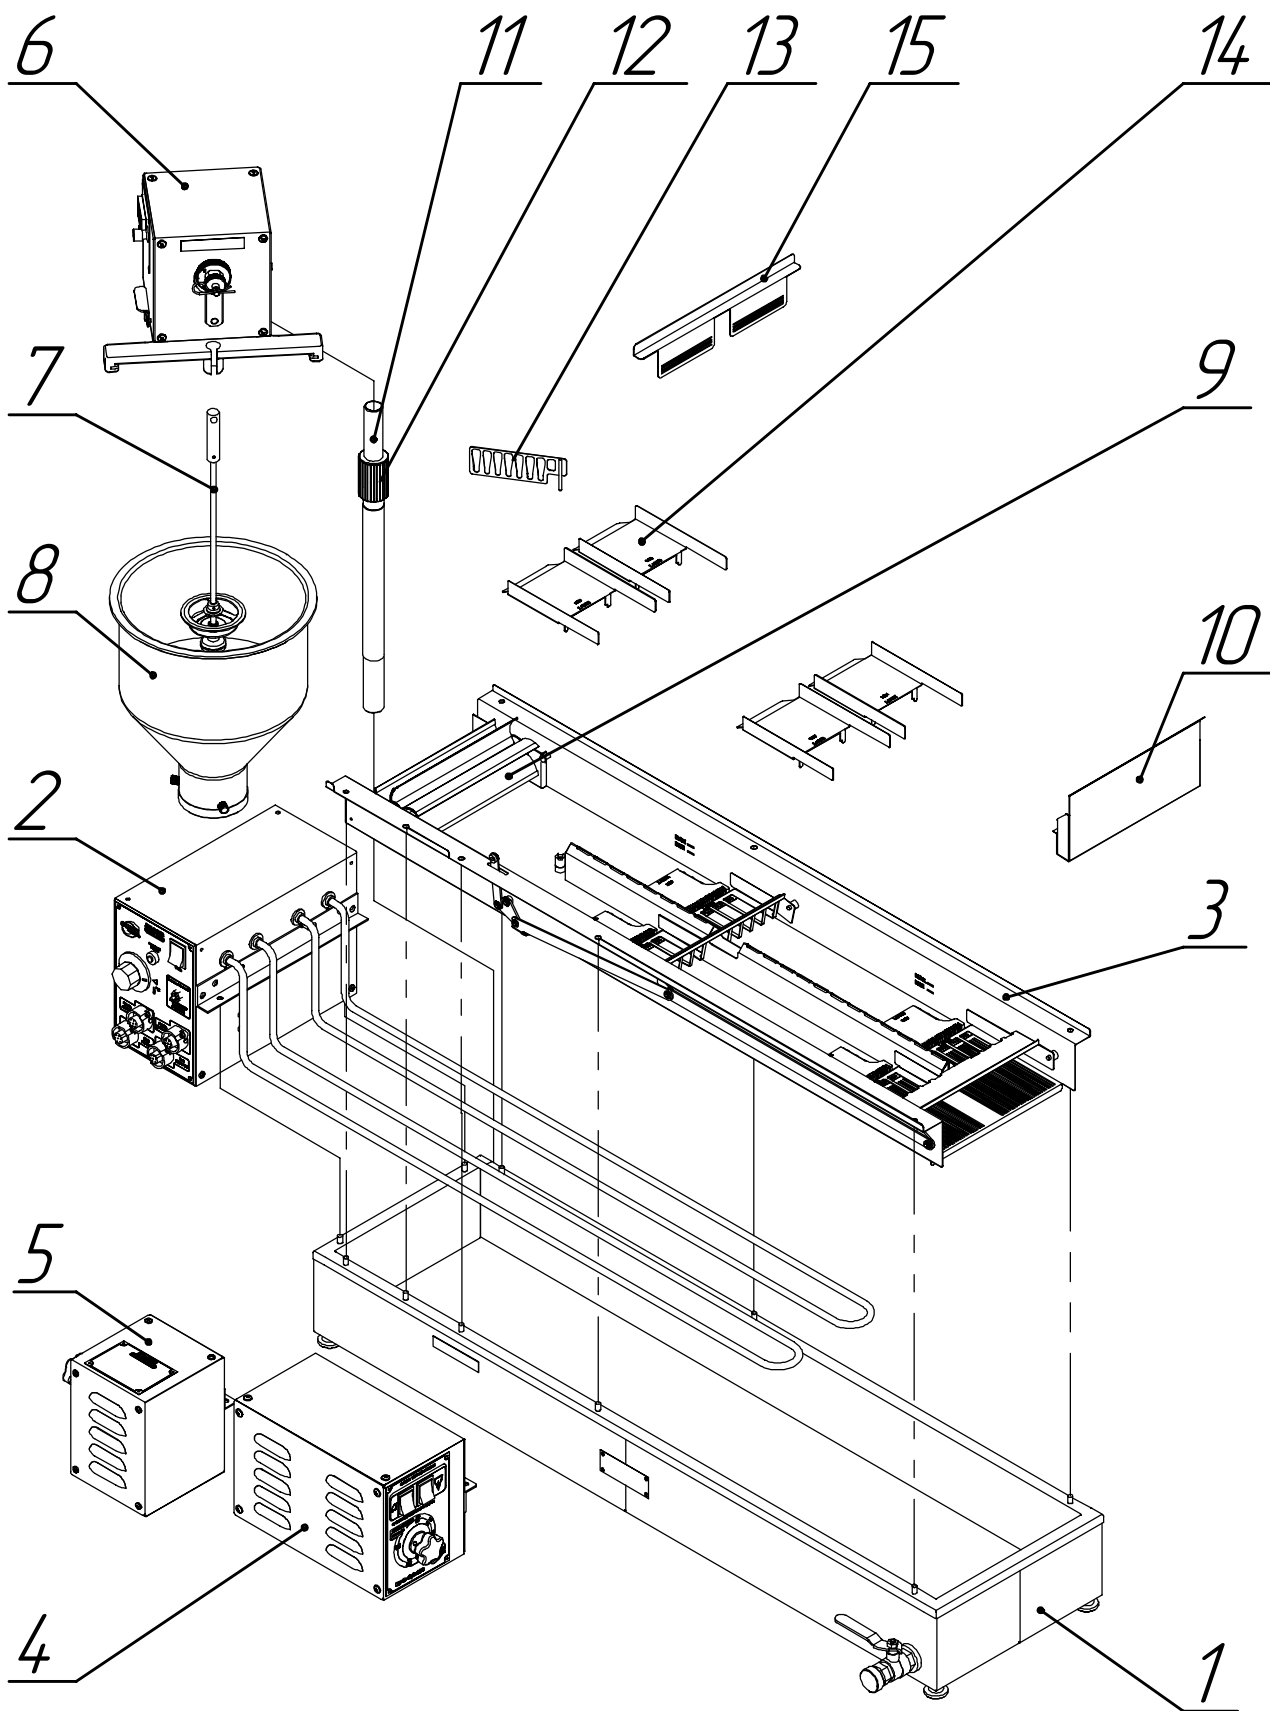

Рис. 1
Автомат пончиковый ПРФ-11/2400 состоит из следующих частей (рис.1):
Автоматическое формование пончиковых заготовок осуществляет дозатор, состоящий из бункера для теста (8) (рис.1), электромеханического привода (6) и поршня (7), который выдавливает из бункера тестовую заготовку в форме пончика в жарочный бак (1). Массу пончика можно регулировать механизмом регулировки массы, который находится на выходном валу привода дозатора.